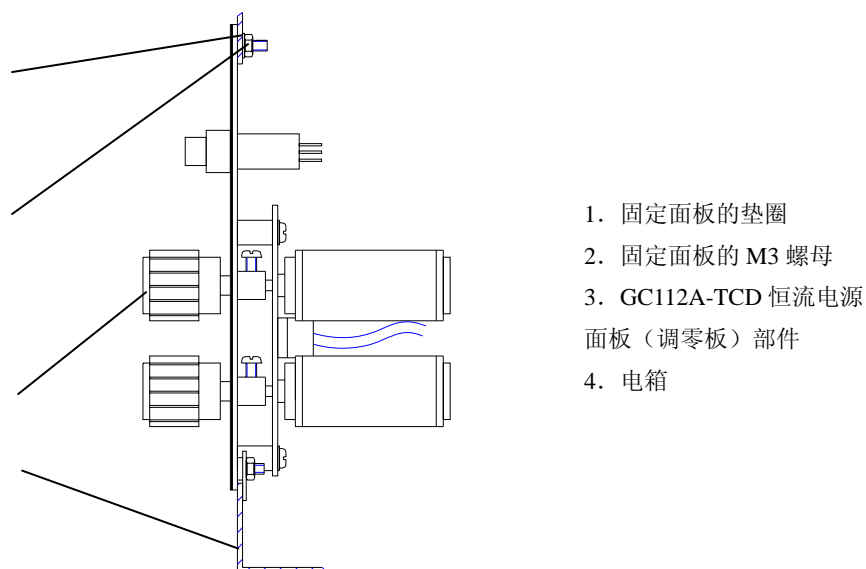

图 7-5 电箱正面下方部位示意图
- 2) 从 GC112A-TCD 恒流电源部件包装箱中取出 TCD 恒流电源面板（调零电路板）部件，先将面板下部突出处卡入电箱内壁，再把该面板部件推入至原先安装空面板的部位，使面板部件上部的螺钉穿过电箱凹槽，最后用扳手或套筒旋紧用于固定面板部件的 M3 螺母及垫圈，见图 7-5 所示。